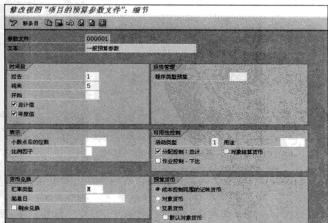

图 9-49 “修改视图‘项目的预算参数文件’：细节”界面
STEP 2 选择一条“参数文件”，双击后即可进入“修改视图‘项目的预算参数文件’：细节”编辑界面，如图 9-49 所示。在此界面中，需要编辑预算参数文件的描述、时间段、投资管理程序类型、可用性控制、预算货币等，设置完成单击“保存”按钮“”保存即可。